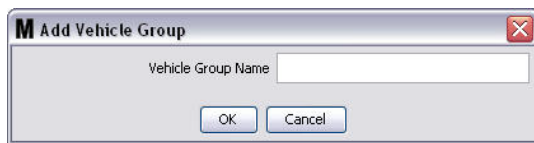

FIG. 152
3. La case de texte Ajouter Groupe de Véhicules montré à la FIG. 152 s'affiche. Cette case est utilisée pour assigner un nom de groupe pour identifier les véhicules que vous mettez ensemble dans un groupe. Cliquez sur le bouton OK pour fermer la case et sauvegarder le nom.